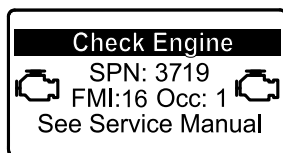

図 31
- ・ 駐車再生が必要になると、インフォセンターにエンジン警告 SPN 3719, FMI 16 図 31 が表示され、エンジン出力が 85% にダウンします。